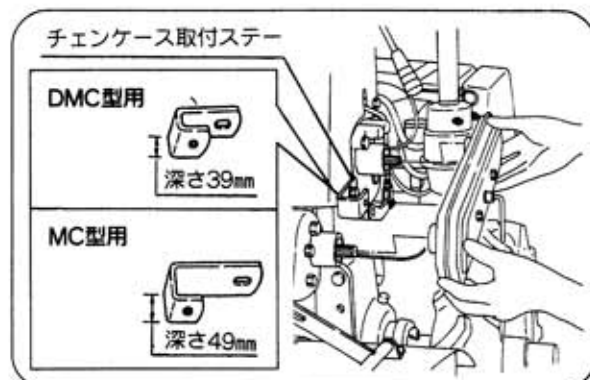

図3
- ① 本機（ティラー）のボルトを外し、チェンケース取付ステーが軽く動く程度に取付けます。（図3）